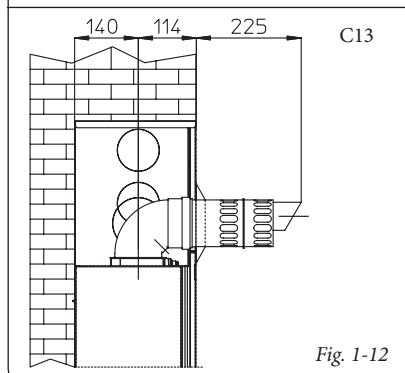

Fig. 1-12
- Applicazione con uscita anteriore (Fig. 1-12). Lo scarico diretto permette di occupare solo l'ingombro del terminale.